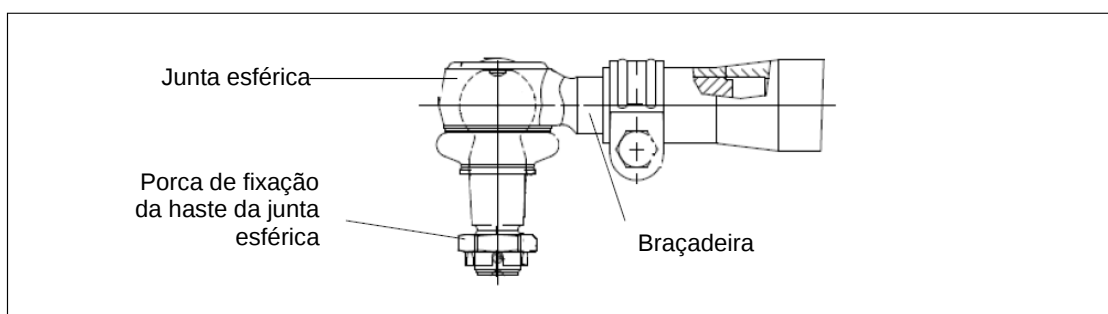

Figura 5-19 Junta esférica
- a) Inspeção do braço da direção, junta esférica e garfo de conexão Consulte a figura 5-19.